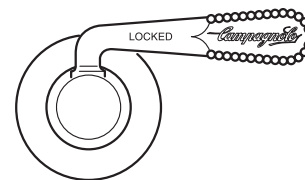

Fig. 20
- Quando la leva è in posizione aperta, si può leggere la marcatura "UNLOCKED" (Fig. 20).
- Quando la leva è in posizione chiusa, si può leggere la marcatura "LOCKED" (Fig. 20).
- Quand le levier est en position ouverte, il est possible de lire « UNLOCKED » (Fig. 20).
- Quand le levier est en position fermée, il est possible de lire « LOCKED » (Fig. 20).
- When the lever is in the open position, the word "UNLOCKED" can be seen (Fig. 20).
- When the lever is in the closed position, the word "LOCKED" can be seen (Fig. 20).
- Cuando la palanca está en posición abierta, se puede leer la palabra "UNLOCKED" (Fig. 20).
- Si la palanca se halla en posición cerrada, se puede leer la palabra "LOCKED" (Fig. 20).
- Ist der Hebel "offen", ist der Aufdruck "UNLOCKED" ersichtlich (Abb. 20).
- Ist der Hebel "zu", ist der Aufdruck "LOCKED" ersichtlich (Abb. 20).
- Als de handle is geopend is het woord "UNLOCKED" zichtbaar (Fig. 20).
- Als de handle is gesloten is het woord "LOCKED" zichtbaar (Fig. 20).